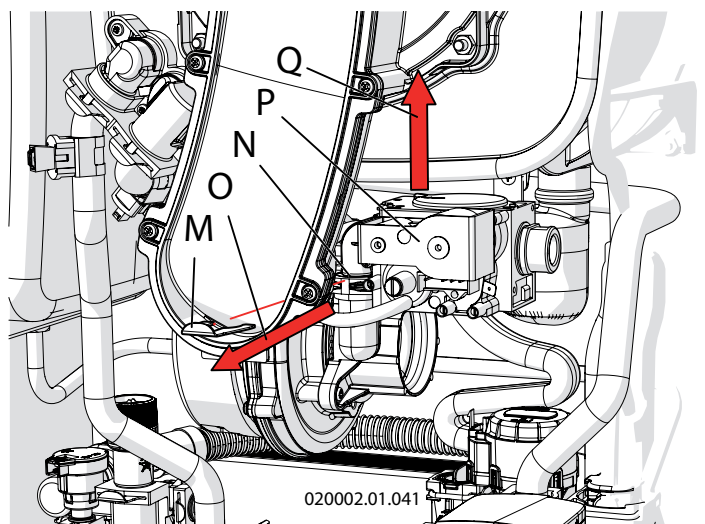

Figura 6.3 - Smontaggio valvola gas
- 16 - Rimuovere la molla di serraggio "M" dalla sede "N" liberando la valvola "P" (Vedi Figura 6.3, particolare "M")
- 19 - Rimontare la valvola del gas (vedi Figura 6.3, particolare "P"), avendo cura di riposizionare la molla "M".